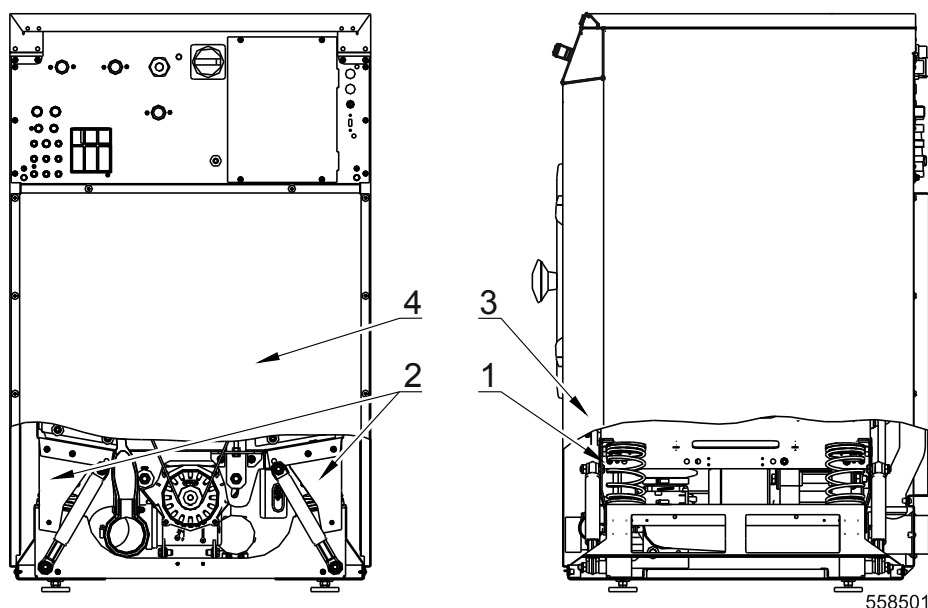

Fig. 2
- Desmonte o painel dianteiro e traseiro, veja fig. 2, pos. 3, 4.
- Desmonte os dois apoios dianteiros de transporte, pos.1.
- Desmonte os dois apoios traseiros de transporte, pos.2.